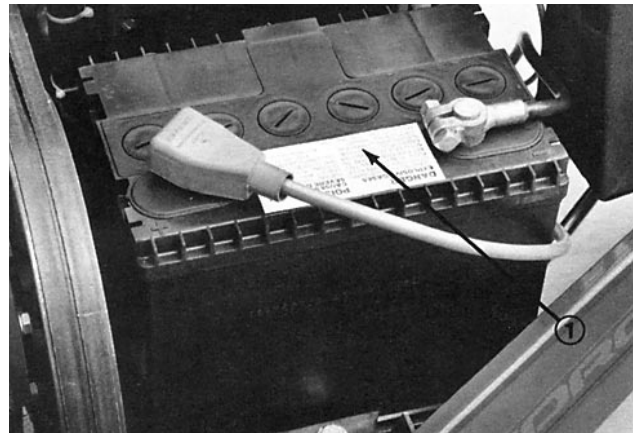

Figure 1
8. Brancher le câble positif (capuchon en caoutchouc à l'extrémité) sur la borne positive (+) de la batterie et le câble négatif (noir) sur sa borne négative (-) et les fixer avec les vis et les écrous. Glisser le capuchon en caoutchouc sur la borne positive pour éviter les courts-circuits éventuels (Fig. 1).